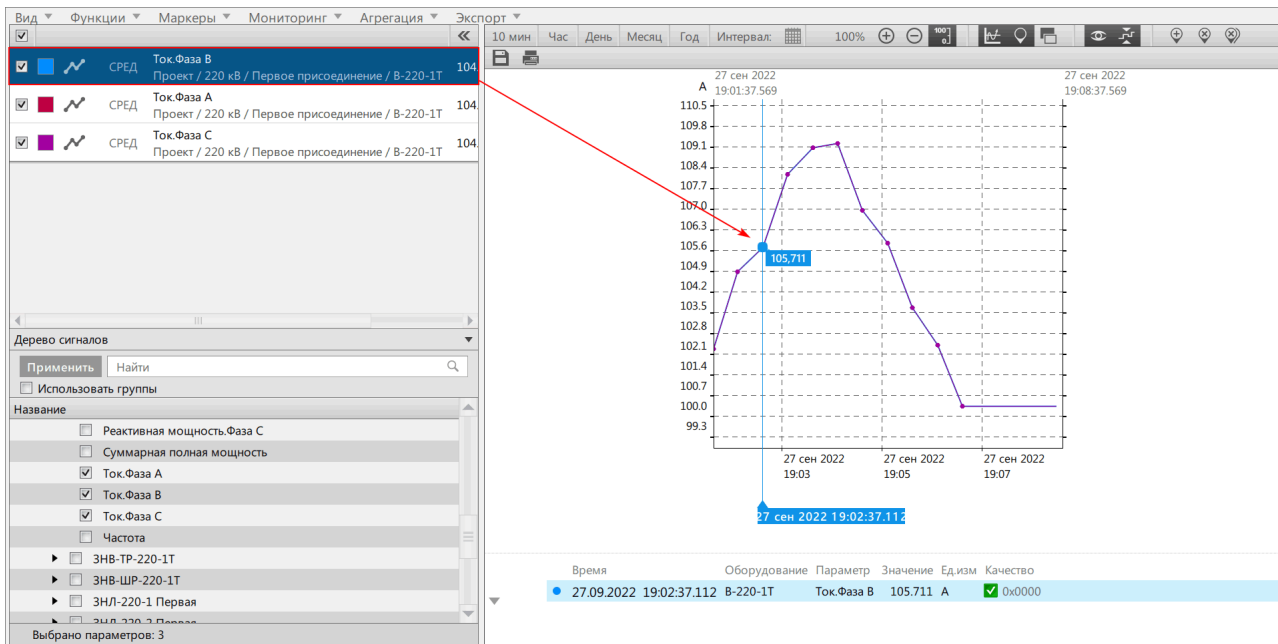

Рисунок 104 - Добавление маркера на график
2. Нажмите *ЛКМ* в области графиков (Рисунок 104).